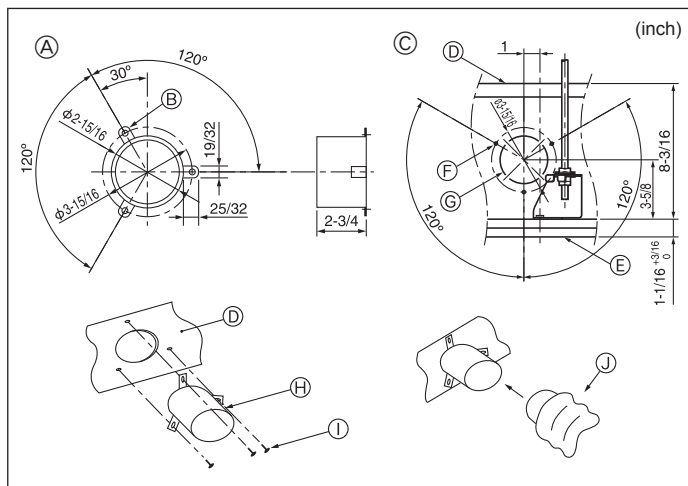

Fig. 3-3
3.3. Instalación del conducto (en caso de entrada de aire fresco) (Fig. 3-3)